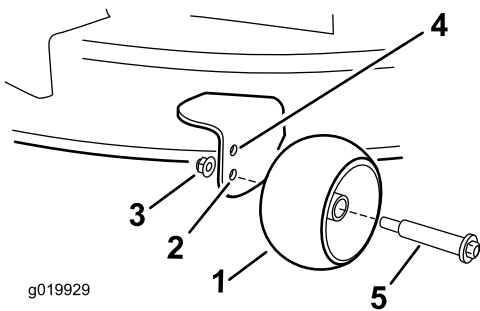

Figura 31
- Taladro superior – utilice esta posición cuando la carcasa de corte está en la posición de altura de corte de 63 mm o menos (**Figura 31**).
- Taladro inferior – utilice esta posición cuando la carcasa de corte está en la posición de altura de corte de 76 mm o más (**Figura 31**).